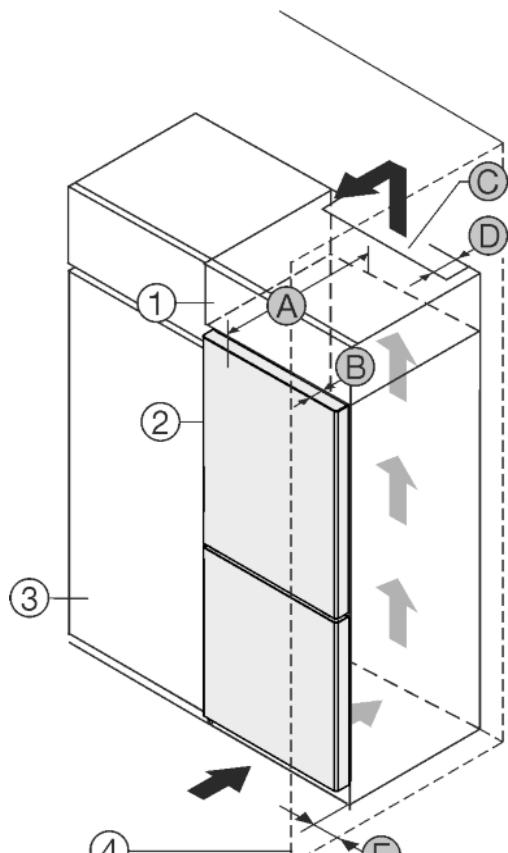

Fig. 1
Uredaj se može postaviti direktno uz kuhinjski element Fig. 1 (3).*
Postavite uređaj na udaljenosti od 5 cm između uređaja i kuhinjskog elementa Fig. 1 (3).*
Na stražnjoj strani visećeg ormara treba postojati otvor za odzračivanje dubine Fig. 1 (D) po cijeloj širini visećeg ormara.*
Ispod stropa prostorije treba poštovati ventilacijski presjek Fig. 1 (C).*
Kada se uređaj postavlja s okovima pored zida Fig. 1 (4), razmak između uređaja i zida mora iznositi najmanje 40 mm. To odgovara stajanju ručice kod otvorenih vrata.*
Kako biste vrata mogli potpuno otvoriti, uređaj mora biti za dubinu vrata Fig. 1 (B) ispred u odnosu na prednjicu kuhinjskog elementa. Ovisno o dubini kuhinjskih elemenata Fig. 1 (3) i uporabi zidnih odstojnika, uređaj može i dalje stršati.*
Kako biste vrata mogli potpuno otvoriti, uređaj mora biti za dubinu vrata (B) ispred u odnosu na prednjicu kuhinjskog elementa. Ovisno o dubini kuhinjskih elemenata Fig. 1 (3) i uporabi zidnih odstojnika, uređaj može i dalje stršati.*